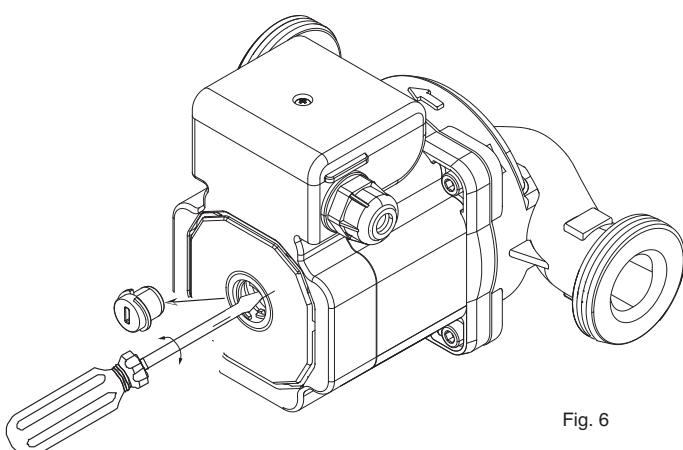

Fig. 6
- Sacar el tapón de purga y girar el eje bomba con un destornillador (fig.6);
Si la bomba permanece inactiva por largo período de tiempo, antes de poner en marcha el motor, controlar que el eje no esté bloqueado por incrustaciones, o por otras causas (fig.6).
- открутить выпускную заглушку и повернуть вал насоса с помощью отвертки (рис. 6);
Перед включением двигателя после простой убедитесь в том, что вал не заблокирован наростами или по другим причинам (рис. 6).